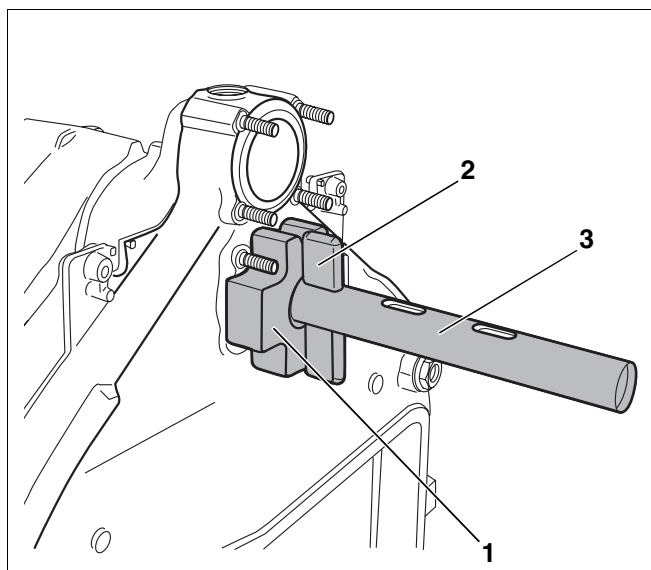

Fig. 15 Presa de niplat pe elementul posterior
- Se introduc flanșele suplimentare, în spatele cazanului, (fig. 15, **poz. 1**) pe ambele tijele ale presei (fig. 15, **poz. 3**) și se asigură cu pene (fig. 15, **poz. 2**) respectiv cu bolțuri cilindrice (în cazul presei de niplat 2.2).